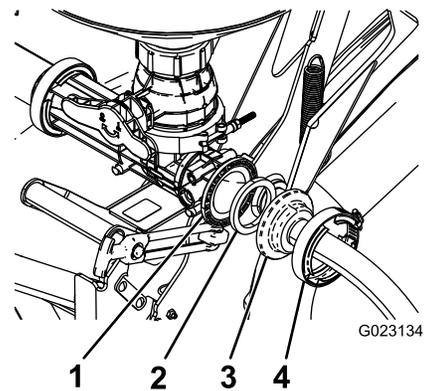

Figura 19
4. Prenda a extremidade do tubo de alimentação sem um anteparo na ranhura traseira na válvula do misturador utilizando uma junta e um grampo de parafuso sem fim (Figura 19).